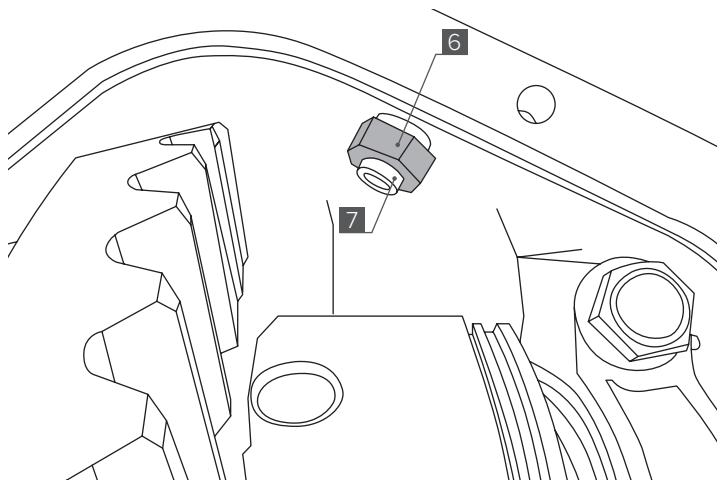

Рис. 5
2. Установите штуцер ввода воздуха [7] в полученное отверстие в картере моста, с внутренней части картера штуцер закрепите гайкой [6] (**Рис. 5**).